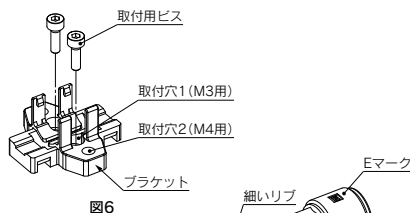

図6
① ZH18/20D□A用の標準ブラケットには、取付穴1と取付穴2の2種類の取付方法があります（図6）。
② 取付穴1を用いて本体を取付ける場合、あらかじめブラケットのみを設置個所に取付けてください（図6）。